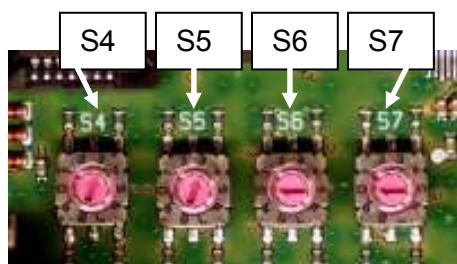

Рис. 1
- Задайте конфигурацию устройства с адресами (см. рис. 1)